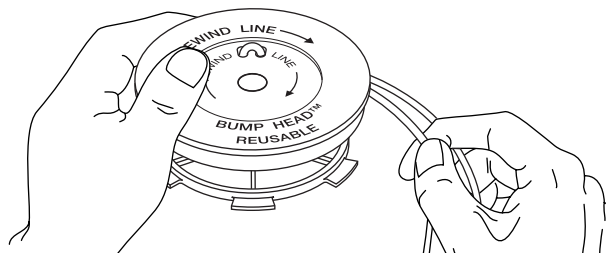

Fig. 21
- Enroulez les fils en couches uniformes serrées sur le moulinet (Fig. 21). Enroulez le fil dans le sens indiqué sur le moulinet intérieur. Placez votre index entre les deux fils pour les empêcher de se superposer. Ne superposez pas les extrémités du fil. Passez à l'étape 11.